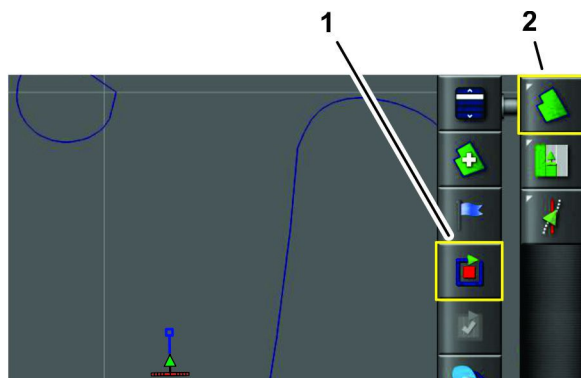

図 41
3. 現場メニューアイコンを押し、現場境界記録アイコンを押す図 41。